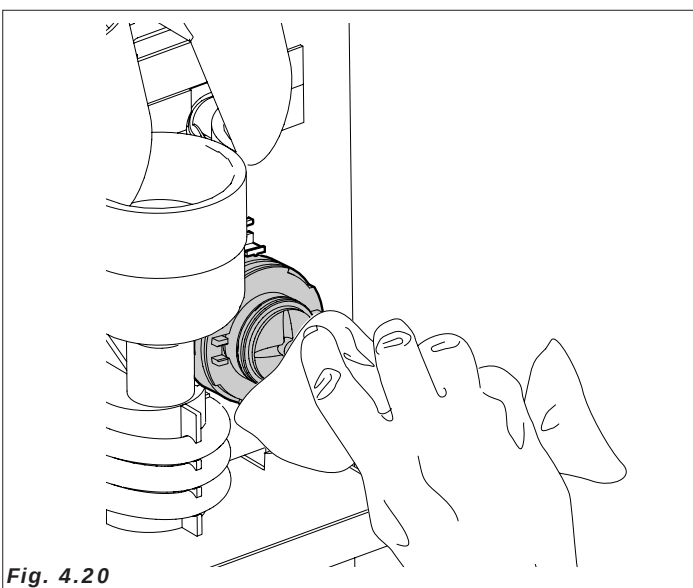

Fig. 4.20
- con un trapo humedecido, (en la solución), limpiar la base de las batidoras (Fig.4.20)